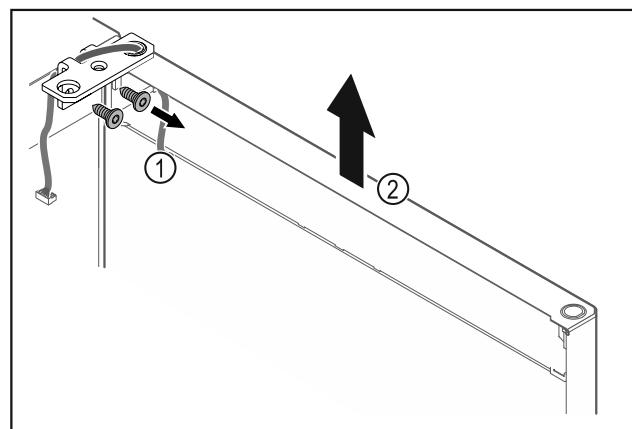

Fig. 17
► Scharnierwinkel Fig. 17 (1) abschrauben.
► Tür inklusive Scharnierwinkel Fig. 17 (2) circa 200 mm gerade nach oben heben und abnehmen.